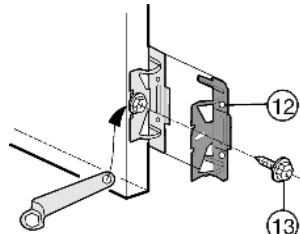

Fig. 13
- ▶ Przykręcić wszystkie kątowniki mocujące Fig. 13 (12) za pomocą śrub z łbem sześciokątnym Fig. 13 (13) do nawierconych otworów w drzwiczkach urządzenia.
- ▶ zamontować drugą parę kątowników mocujących Fig. 13 (12).